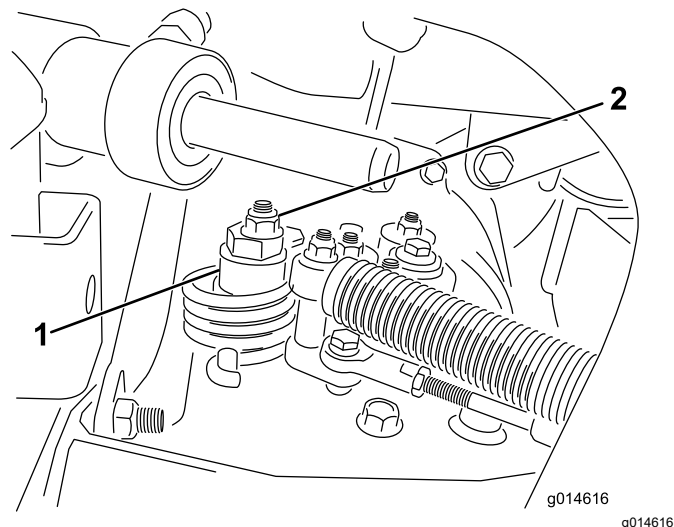

Figure 35
- A. Desserrez l'écrou de fixation de l'excentrique en haut de l'hydrostat (Figure 35).
- C. Tournez l'excentrique jusqu'à ce que la roue ne tourne plus dans aucune direction. Lorsque la roue s'arrête de tourner, serrez l'écrou pour bloquer l'excentrique et le réglage (Figure 35). Vérifiez le réglage avec la commande d'accélérateur à la position BAS RÉGIME, puis HAUT RÉGIME.